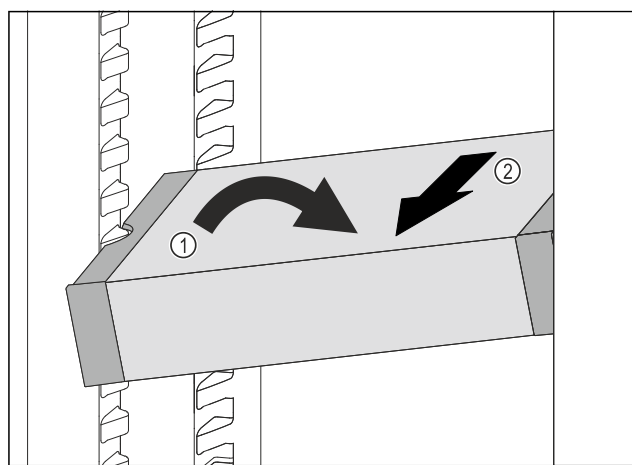

Fig. 100
- 在冷藏区中倾斜 VarioSafe。Fig. 100 (1)
- 向前取出 VarioSafe。Fig. 100 (2)